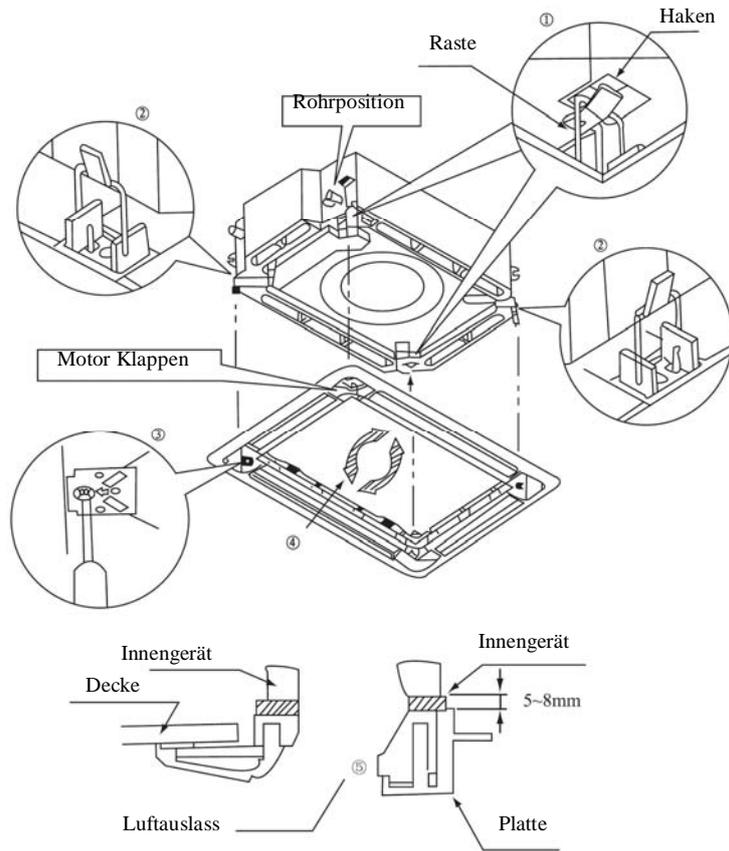

Abb. 23
1. Setzen Sie die Platte auf den Körper des Innengerätes so, dass die Position des Motors zum Drehen der Luftklappen an der Blende der Rohrposition des Innengerätes entspricht, wie im Bild 23 dargestellt.
Stellen Sie die Platte durch Drehen in Pfeilrichtung (siehe Abb. 23) so ein, dass die Deckenöffnung vollständig abgedeckt ist.